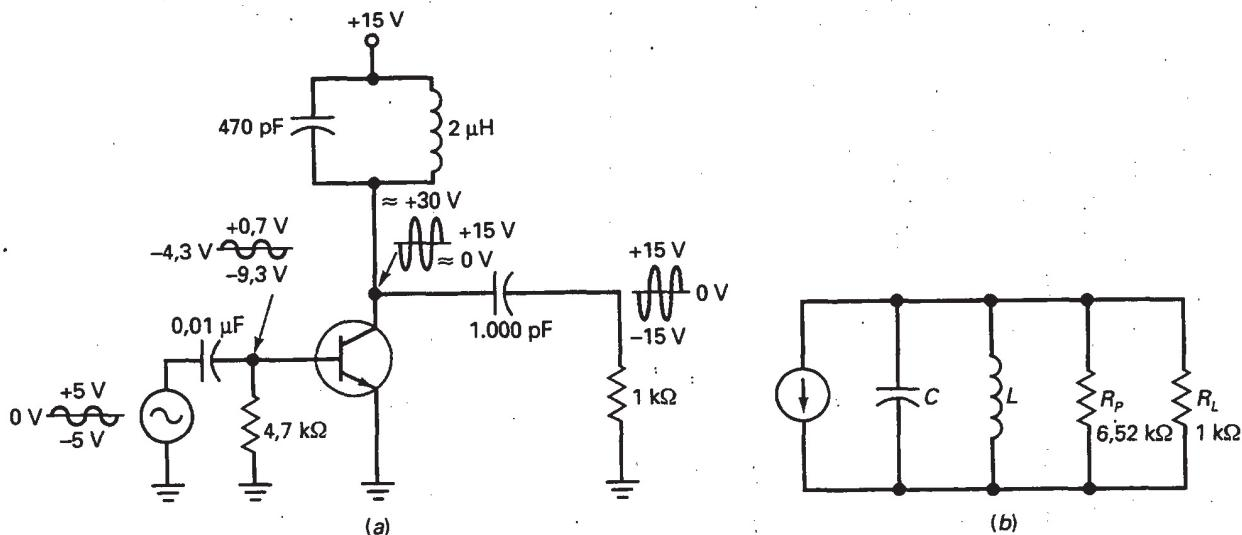

Figura 11-21. Ejemplo.
- Si Ω vale 100 en la Figura 11-21, ¿cuál es el ancho de banda del amplificador?